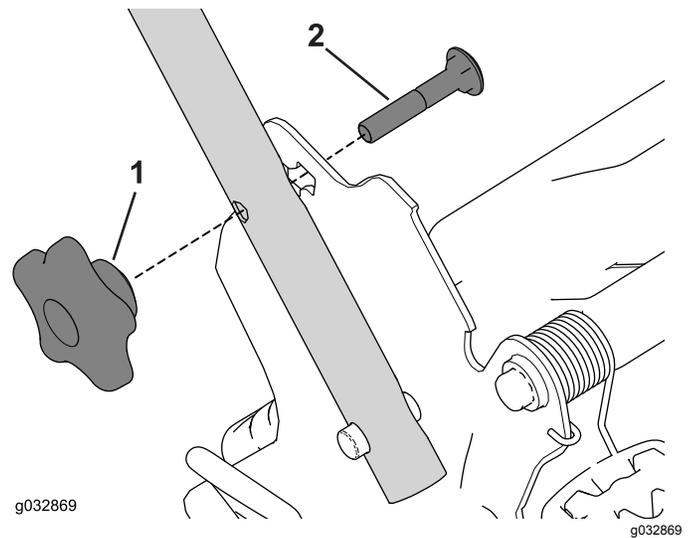

Figure 29
2. Retirez et conservez les 2 boutons et les 2 boulons de carrosserie du support du guidon (Figure 29).